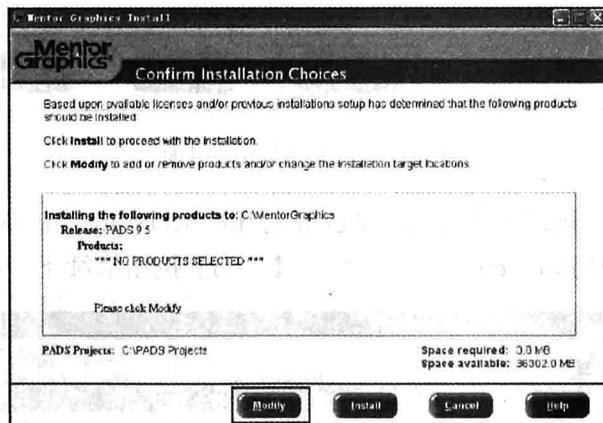
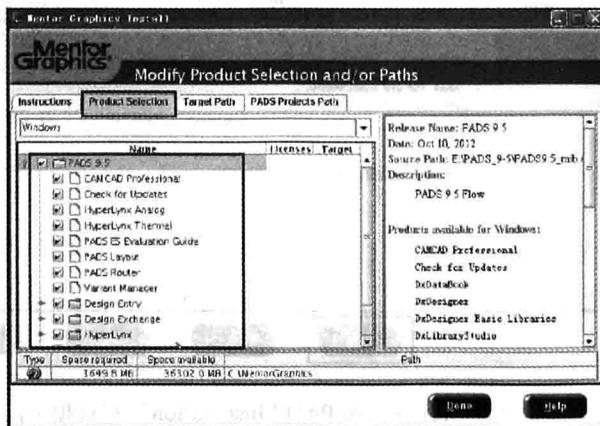

图 1-4 “Confirm Installation Choices”对话框
图 1-5 “Modify Product Selection and/or Paths”对话框
(4) 如图 1-4 所示, 这里出现软件默认的安装路径 “C:\MentorGraphics” 和 PADS Projects 路径 “C:\PADS Projects”。我们准备将路径改到 D 盘, 单击【Modify】按钮, 在弹出的 “Modify Product Selection and/or Paths” 对话框中选择需要安装的产品组件 (推荐全选), 如图 1-5 所示。